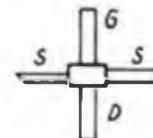

Bild 4: Anschlußbelegung MGF 1502
- MGF 1502 (Bild 4): FET im Plastikgehäuse, geringes Rauschen im VHF/UHF-Bereich (F = 1,5 dB bei 4 GHz; Ptot max. 300 mW), etwa 20 DM